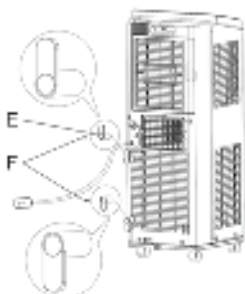

Figura 18
- 1 Monte los ganchos para cable E suministrados utilizando los pernos F (véase la figura 1) en la parte posterior de la unidad de aire acondicionado (véase la figura 18).